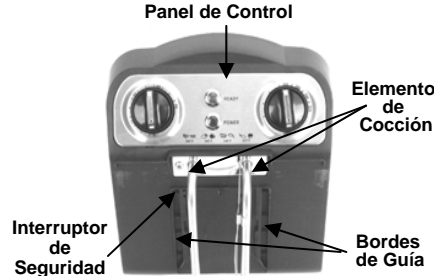

Fig. 5
**Aviso:** La freidora tiene un interruptor automático de seguridad para asegurar que la unidad no opere al menos que el panel de control ha sido insertado firmemente en los rieles de la unidad de la freidora. (Fig. 5)